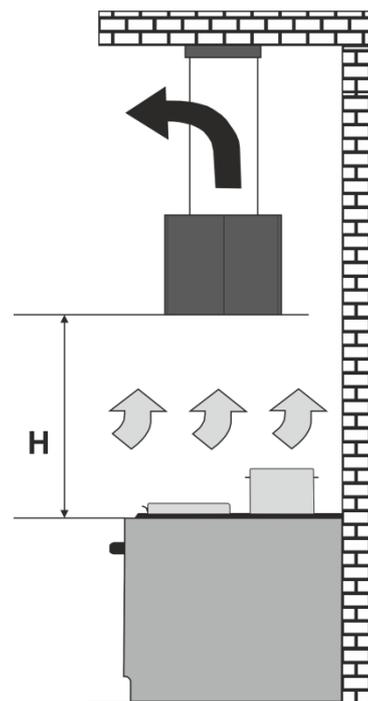

Fig.1
1.11 Attention! La hotte est montée au mur au-dessus des réchauds sur la hauteur >650mm (fig. 1).
5.3 La hotte fonctionne dans en régime de la recirculation (la circulation d'air fermée dans la cuisine) (**fig. 1**).